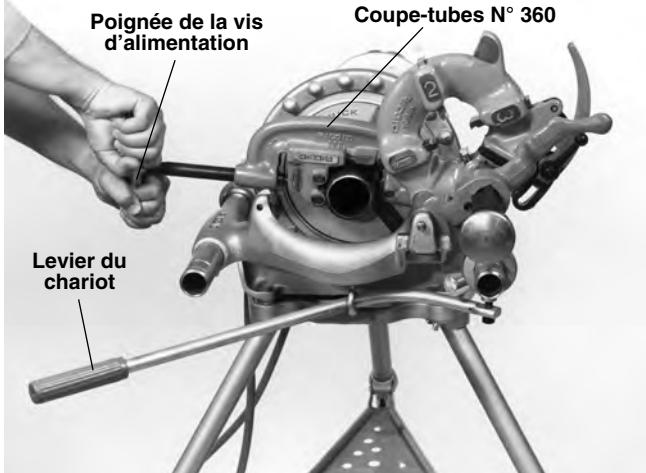

Figure 9 – Coupe des tuyaux à l'aide du coupe-tubes N° 360.
1. Vérifiez que l'alésoir et la tête de filière sont rabattus en position haute (Figure 9).
6. Prenez la poignée de la vis d'alimentation du coupe-tubes des deux mains (*Figure 9*).